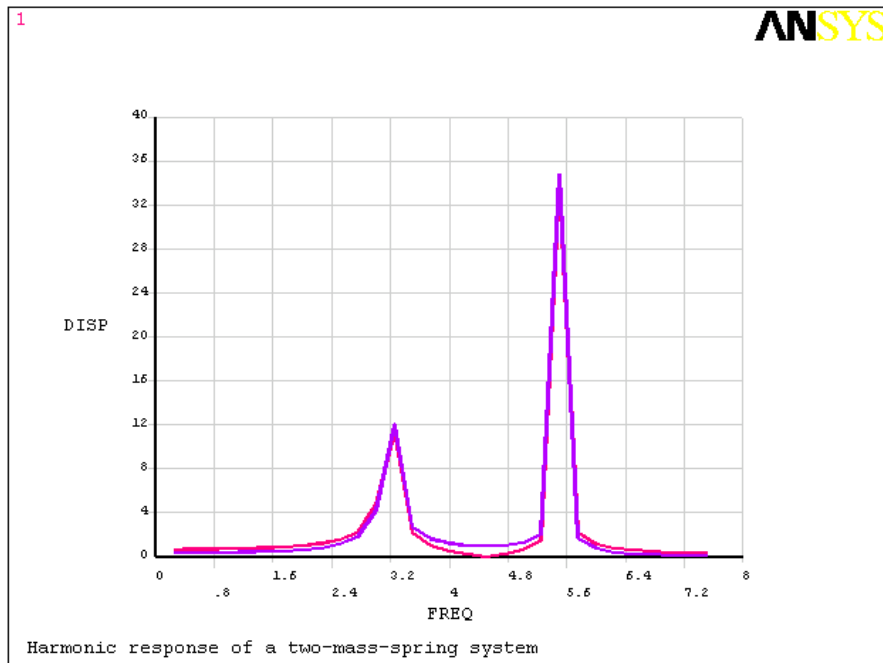

图10.54 时间历程曲线
(15) 单击 **Main Menu>TimeHist Postpro>Graph Variables** 菜单, 弹出【Graph Time-History Variables】对话框。在【1st variable to graph】文本框中输入【2】, 在【2st variable to graph】文本框中输入【3】, 单击【OK】按钮, 可显示位移的时间历程曲线。如图 10.54 所示。